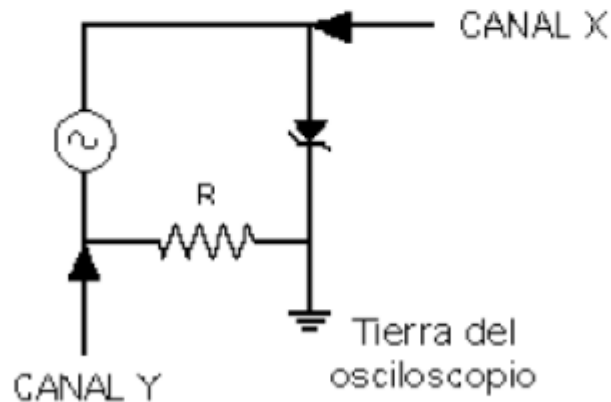

Figura 1. Circuito para observar la característica corriente-voltaje del diodo Zener
a) Dado el circuito mostrado en la Figura 1, las especificaciones del dispositivo a su disposición y las indicaciones dadas por su profesor, determine el valor de la resistencia R el valor pico de la amplitud que puede tener la señal producida por el generador para observar en el osciloscopio la característica i vs. v de este dispositivo.
b) Haga un diagrama de la señal que Ud. espera ver en la pantalla del osciloscopio, si las conexiones se realizan exactamente en la forma indicada en la Figura 1.
Se Aplica dicha señal al circuito y se conecta las puntas de prueba de su osciloscopio de la manera indicada en la Figura 1.